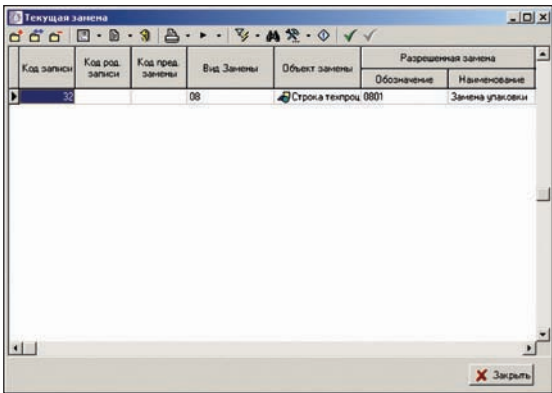

Рис. 9. Создание текущей замены
1. В нужном объекте системы с помощью команды *Текущая замена* для конкретной позиции создается замена на основе разрешенной замены (рис. 9). При этом все настройки попадут в текущую замену. Для объектов системы СП и ТП существует возможность связать разрешенную замену с конкретной версией.